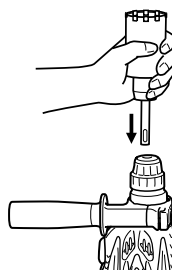
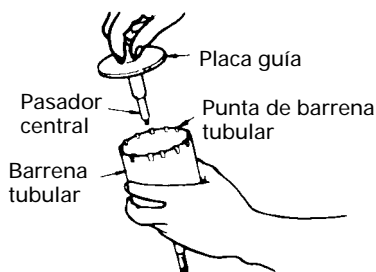

Fig. 16
Fig. 17
- (2) Montar la espiga de la barrena tubular en el martillo perforador (Fig. 16).
- (3) Insertar el pasador central en la placa guía hasta que se pare.
- (4) Unir la placa guía con la barrena tubular y girar la placa guía hacia la izquierda o hacia la derecha de forma que no se caiga a pesar de estar indicando hacia abajo (Fig. 17).